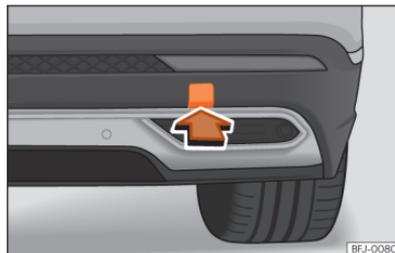

Fig. 226 No lado direito do para-choques traseiro: retirar a tampa.
O alojamento para a argola de reboque enrosável encontra-se na parte direita do para-choques traseiro, atrás de uma tampa »» Fig. 226.
- Pressione sobre a zona inferior da tampa »» Fig. 226 para desencaixá-la.